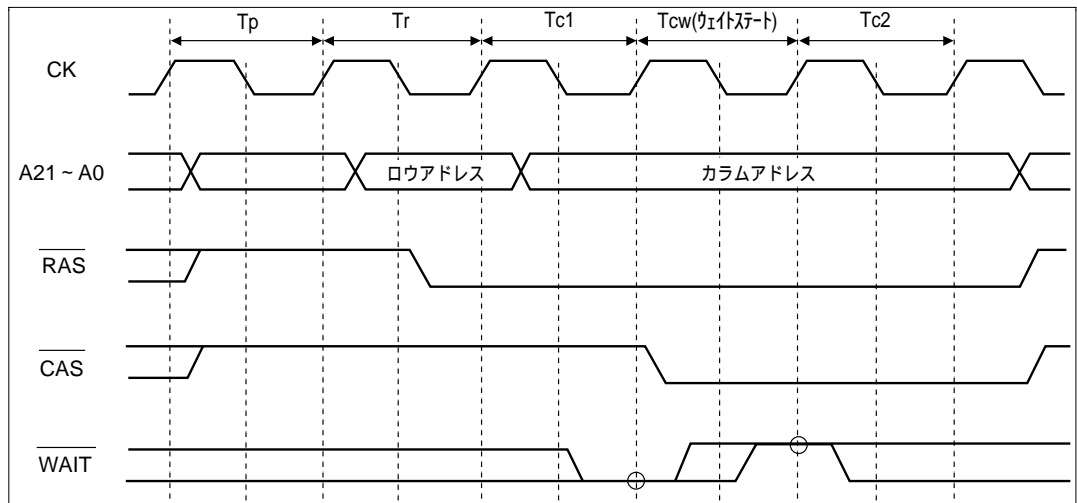

図 8.20 DRAM アクセス時のウェイトステートタイミング (ロングピッチ)
DRAM アクセスサイクルに挿入されるウェイトステート数は、WCR1、WCR2 の設定により制御されます。WCR1、WCR2 の対応するビットを0にすると、カラムアドレス出力サイクルは常に1ステートで終了し、ウェイトステートは挿入されません。ビットを1にすると、 $\overline{\text{WAIT}}$ 端子入力信号が、カラムアドレス出力サイクルの第2ステート直前のシステムクロック (CK) の立ち上がりでサンプルされ、ローレベルである間、ウェイトステートが挿入されます。ハイレベルが検出されると、第2ステートに移行します。図 8.20 に、ロングピッチのバスサイクルでのウェイトステートタイミングを示します。